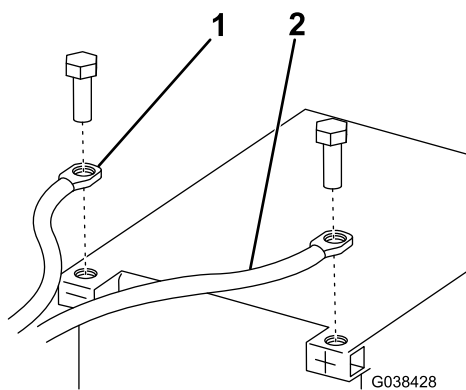

Figure 11
13. Reliez le câble d'alimentation/de masse noir à la borne négative (-) de la batterie (Figure 11).
14. Reliez le câble d'alimentation/de masse rouge à la borne positive (+) de la batterie (Figure 11).